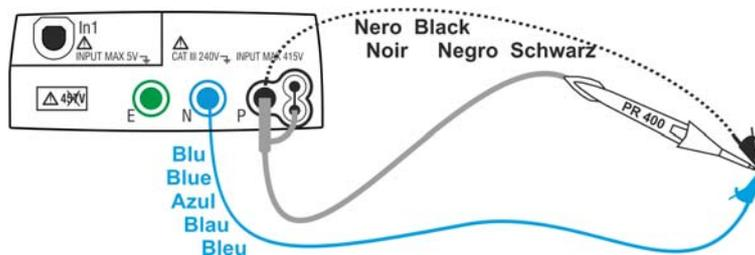

Fig. 7: Compensazione della resistenza dei cavi singoli e del puntale remoto
- Connettere i coccodrilli e/o i puntali e/o il puntale remoto tra di loro come in Fig. 7.